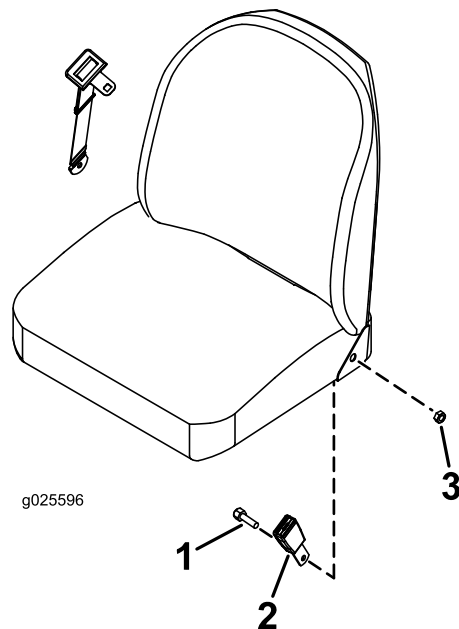

Figura 9
1. Montate la parte del ricevitore della cintura di sicurezza tra il cuscino e il telaio del sedile di metallo con una vite a testa esagonale (7/16" x 1") e un dado di bloccaggio (7/16") come illustrato nella Figura 9.